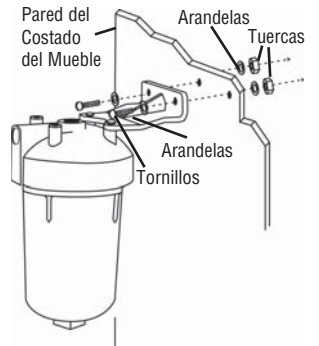

Figura 2
2. Saque el cajón (si es necesario) del mueble y perforo dos agujeros de 7/32 de pulgada de diámetro a través de la pared del mueble. Sujete el filtro a la pared con las tuercas y los pernos suministrados. Use arandelas en ambos costados de la pared. Montarlo en la pared lateral del mueble brindará al filtro un soporte sólido y rígido. (Figura 2)